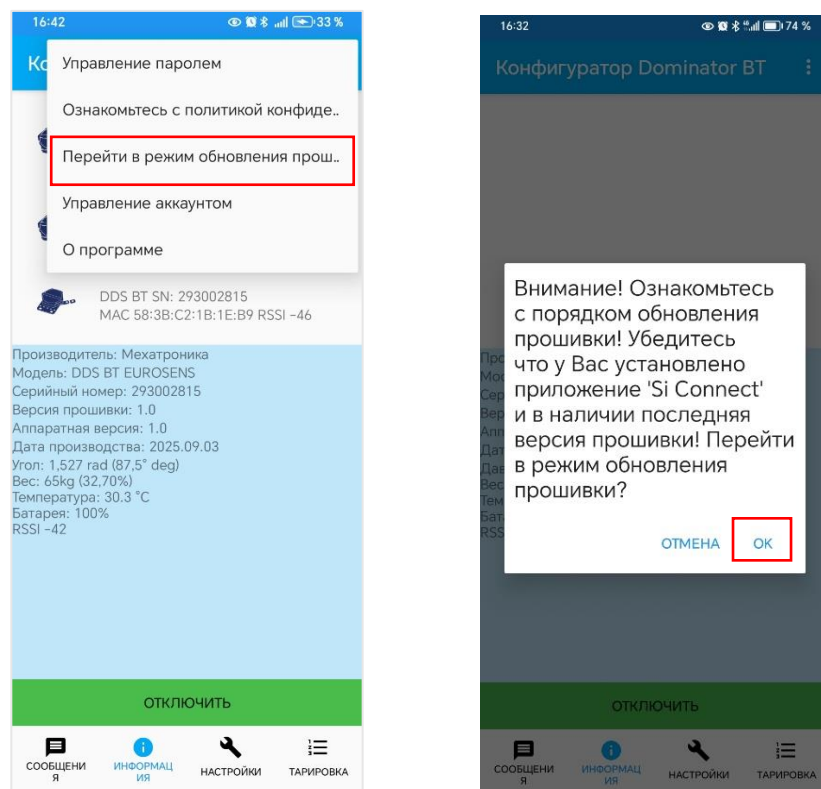

Рис. 8.2. Режим обновления прошивки
- Выберите **«Перейти в режим обновления прошивки»** и подтвердите действие (рис. 8.2).